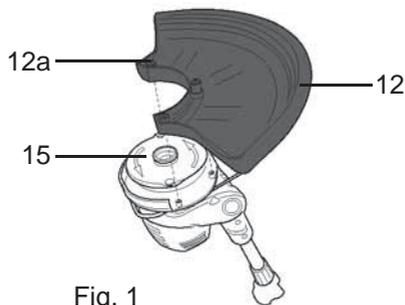

Fig. 1
- > Emboîtez le capot de protection (12) sur la tête de coupe (15).
- > Fixez le capot avec les vis de montage (12a), que vous serrerez ensuite avec un tournevis. (Fig. 1)